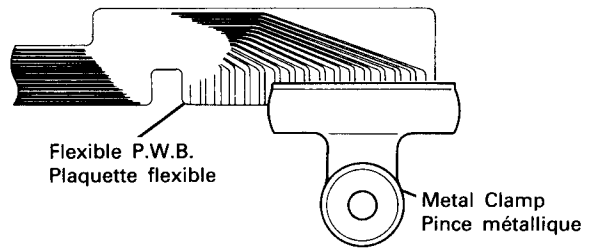

Fig. 18
7) Since the Flexible P.W.B. can be cut easily make sure not to use excessive force when servicing the Unit Mechanism Assembly (replacing parts). Ground the flexible P.W.B. after it is removed by clamping it with a metal clamp or similar metal object. (Fig. 18)
7) Étant donné que la plaquette flexible être facilement cassée, veiller à ne pas appliquer de force excessive lors de la réparation de l'ensemble du mécanisme de l'unité. Relier à la terre la plaquette flexible - après avoir enlevée - à l'aide d'une pince métallique ou d'un objet métallique similaire (Fig. 18).